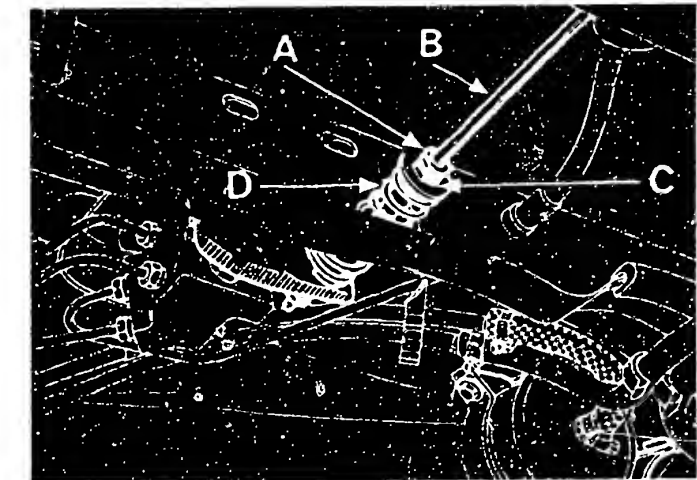

Bild 45 Einstellung des lastabhängigen Bremsdruckreglers. Die Mutter A ist zu lösen und das Gestänge B in der Muffe C zu verstellen.
d) Der fest eingestellte **Bremsdruckregler** kann durch Druckmessungen an den Vorder- und Hinterrädern überprüft werden. Die Sollwerte gehen aus der Tabelle hervor. Der lastabhängige Bremskraftregler lässt sich mit den Muttern A+C des Gestänges B (Bild 45) einstellen.